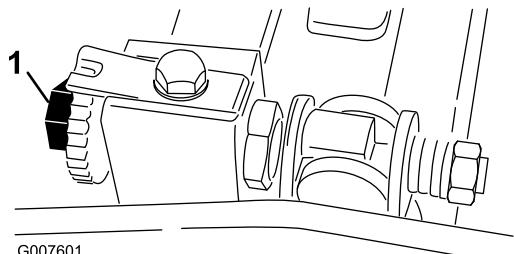

図 39
2. ベッド・バー調整ネジ(図 39)を左に回して、リールと下刃の接触を完全になくす。
れ、引き抜くのに少し力が必要な程度に調整する(図 39)。